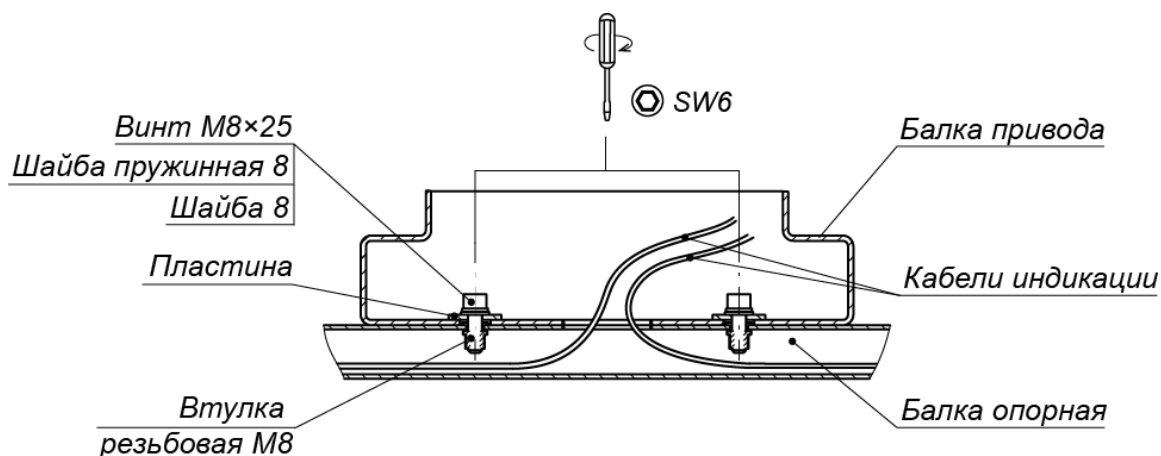

Рисунок 16. Крепление балки привода (8) с балкой опорной (7)
- Закрепите балку привода на балке опорной (7) двумя болтами М8×25, ключ SW6, используя две пластины из комплекта поставки (см. рис. 16).